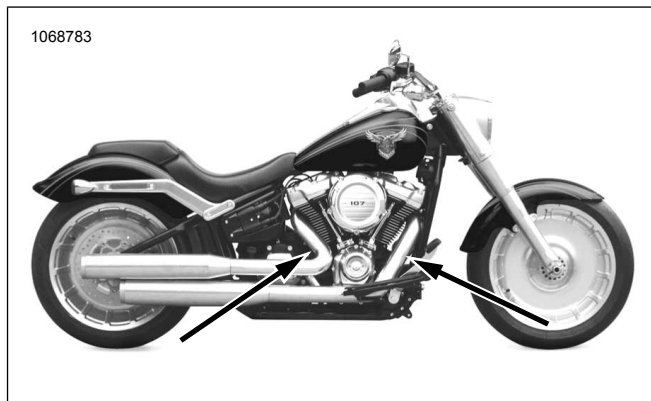

Figura 22. Ubicaciones del sensor de oxígeno (lado interior de los tubos de escape)
Ver Figura 22, Figura 52 y Tabla 5 Instale los sensores de oxígeno de banda ancha (2). Con un casquillo de sensor de oxígeno (N.º de pieza HD-48262-A), ajuste a: